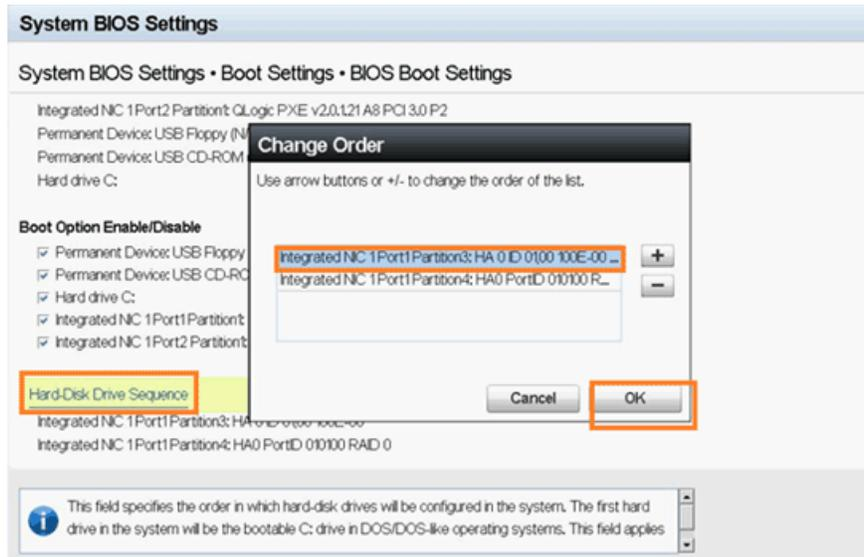

Figure 5-35. Configuration de la séquence d'amorçage iSCSI
3. Dans la fenêtre contextuelle, utilisez les touches HAUT et BAS ou les boutons + et - pour placer la cible iSCSI en haut de la liste, comme indiqué à la Figure 5-35 (où la cible iSCSI est configuré sur le port 1, dans la partition 3). Cliquez sur **OK**.